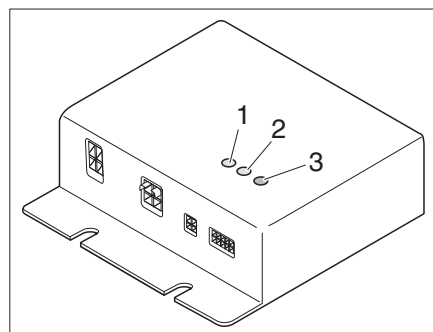

Fig. 251 Régulateur
Le régulateur (Fig. 251) est monté dans la penderie. Les voyants de contrôle qui se trouvent sur le régulateur ont la signification suivante :
- La DEL de contrôle (Fig. 251,1) CC1 s'allume en vert: le circuit de chauffage 1 est en service
- La DEL de contrôle (Fig. 251,2) CC2 s'allume en vert: le circuit de chauffage 2 est en service
- DEL de défaut (Fig. 251,3)